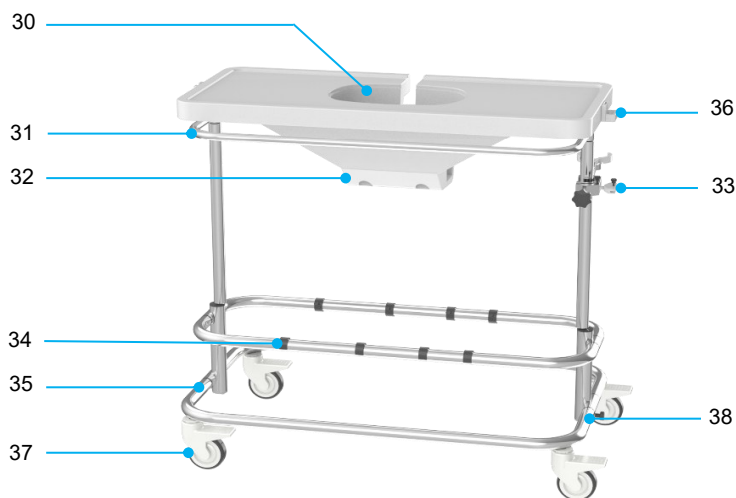

Figura 8 Trolley
L'unità termica e le due unità pompa sono fissate su un trolley (vedere la Figura 8). Il trolley è dotato di ruote con freni e di una barra di spinta che rende possibile il trasporto all'interno dell'ospedale.
- Sistemare il trolley nella posizione corretta e azionare i freni delle ruote (Figura 8, voce 35).
- Posizionare la vaschetta del rene nella cavità del piano d'appoggio del Kidney Assist (Figura 8, voce 30).
- Posizionare il sensore di pressione negli appositi supporti a lato del piano d'appoggio (Figura 8, voce 36).
- Posizionare l'ossigenatore nel supporto del trolley (Figura 8, voce 37) premendolo nel morsetto (vedere la Figura 10).